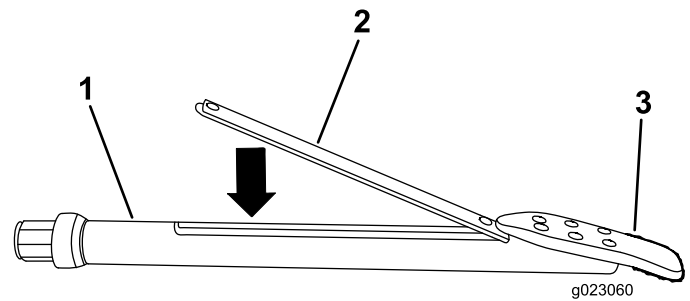

Figure 51
3. Insérez la balise dans le porte-sonde en orientant l'extrémité avant vers l'outil de forage (Figure 51).